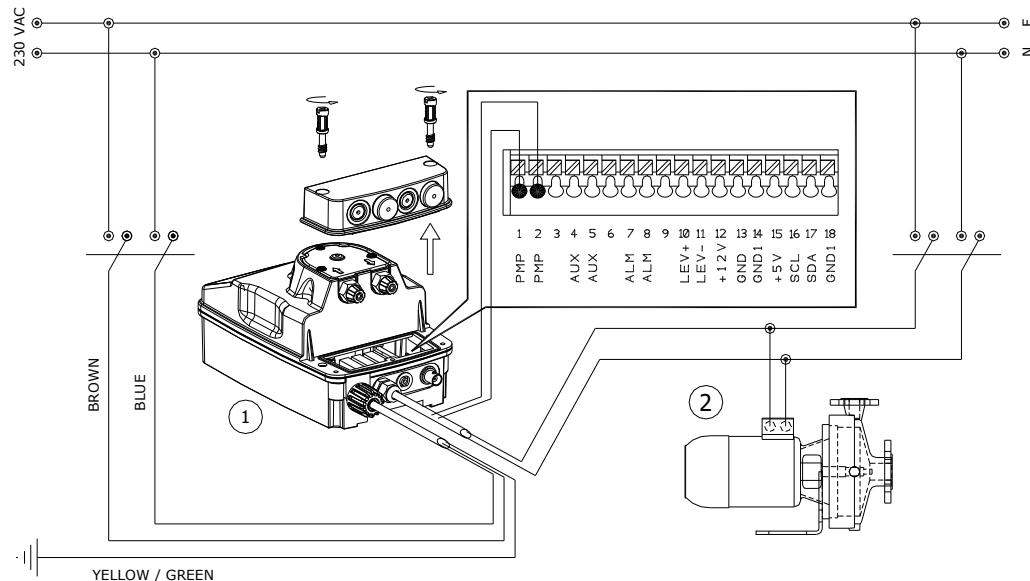

Fig. 2 – Installazione e morsettiera Instalación y el terminal
Respetar las normas en vigor en los diferentes países por lo que se refiere a la instalación eléctrica (Fig. 2). Si el cable de alimentación no está dotado de enchufe eléctrico, el equipo debe quedar conectado con la red de alimentación utilizando un interruptor onmpolar seccionador que tenga una distancia mínima entre los contactos de 3 mm. antes de tener acceso a los dispositivos de conexión todos los circuitos deben estar interrumpidos.
- **Entrada 1-2 (PMP)**= Bomba de ricirculo. Entrada de 230V (neutro y fase). (Fig.2)